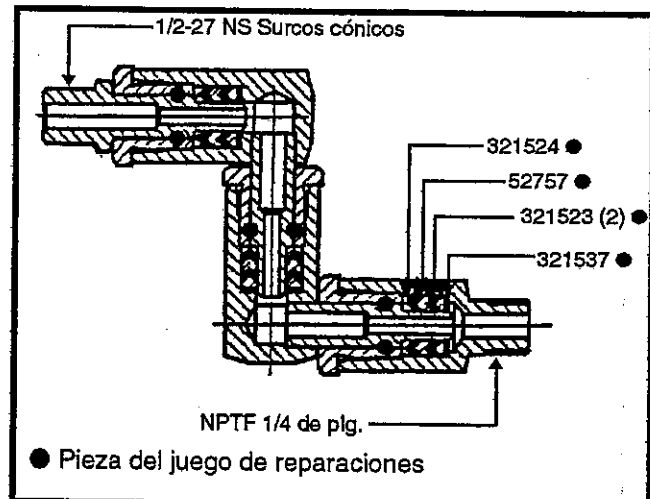

Figura 5: Ensamblaje del pivote universal 52752
* 398719-1 Para el ensamblaje de pivote 52752 (figura 5)